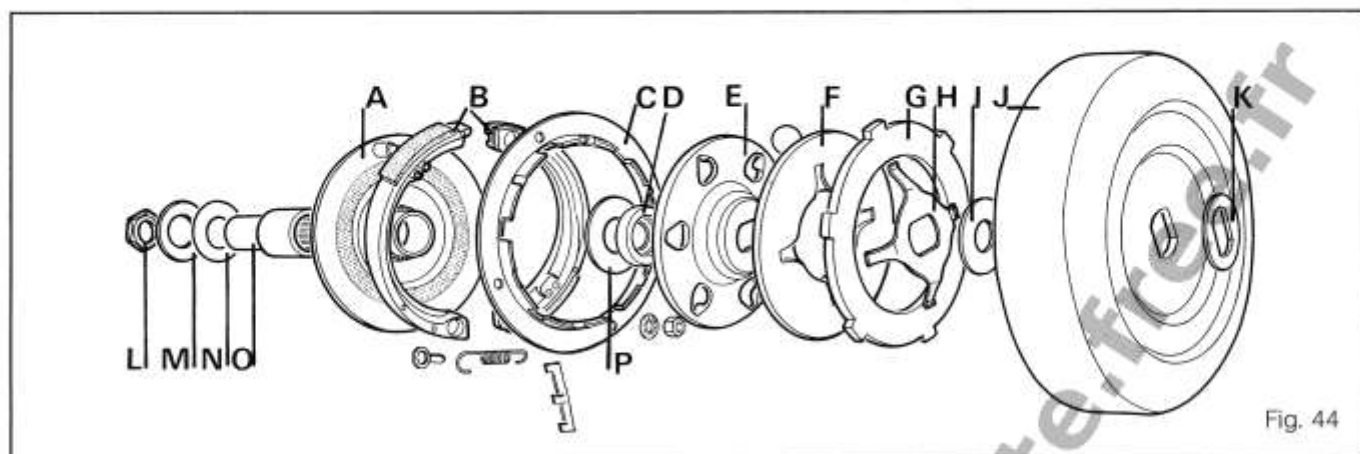

Fig. 44
- Mettre la rondelle d'appui (K) en place sur la méplat du vilebrequin, chanfrein contre carter (figures 44 ou 45).
- Le tambour (J).
- La rondelle de réglage (I).
- Le ressort (H).
- Le tambour plateau d'appui (E).
- Le flasque d'embrayage (F).
- Retourner cet ensemble sur la garniture (G) et monter ces éléments sur le vilebrequin en positionnant correctement les méplats du tambour (E) et en maintenant toujours l'ensemble.